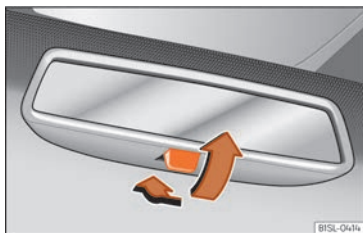

Fig. 117 Retrovisor antienlluernament manual.
- Per enfosquir el retrovisor, estireu la palanqueta cap enrere »» fig. 117.